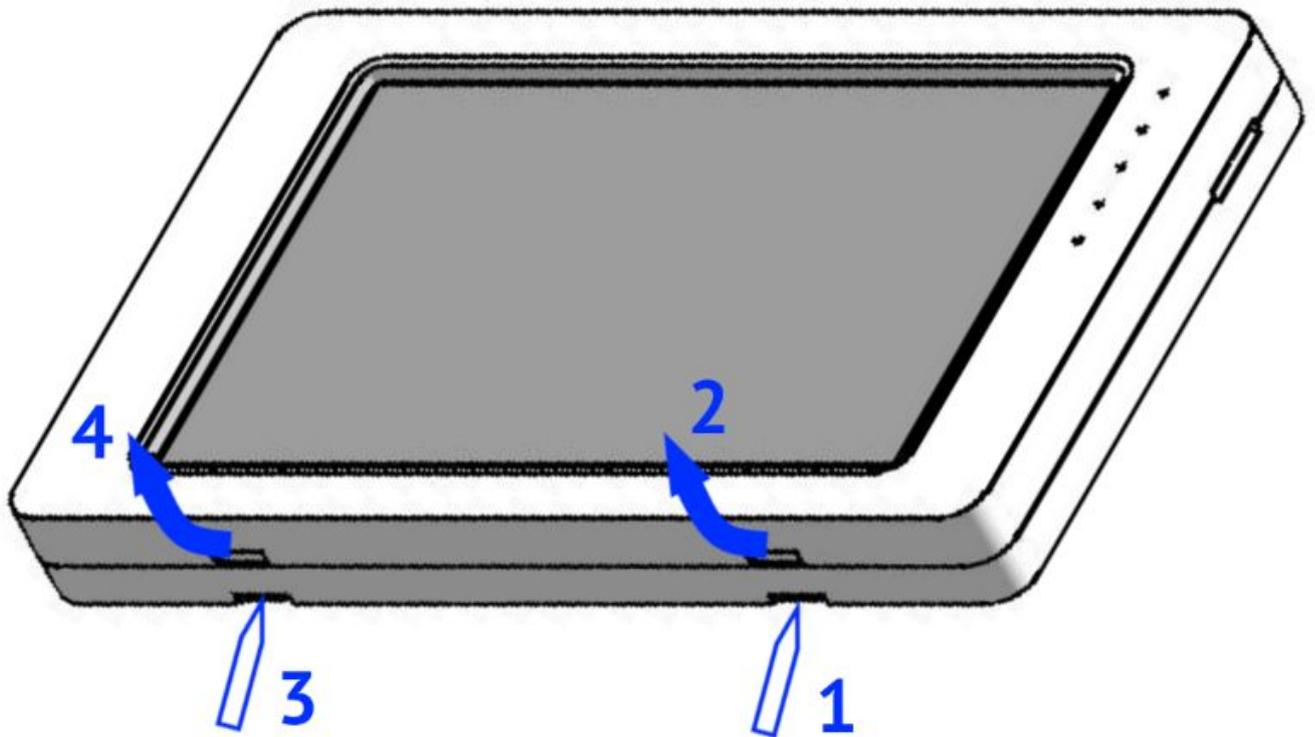

Figura 3. Apertura del caso del DIC
Para abrir el cuerpo (ver. Figura 3), es necesario apretar con un destornillador plano al fijador inferior (1) y suavemente apretar la parte frontal del cuerpo (2) hasta liberar el fijador.